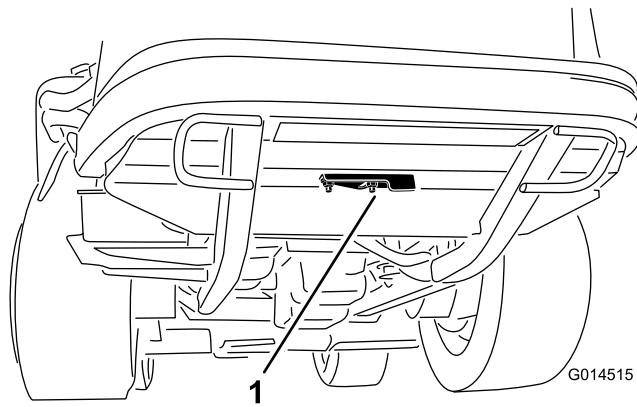

Figura 35
2. Afloje la tuerca con arandela prensada que sujetla la tapa del hueco de limpieza a la parte inferior del bastidor trasero (Figura 35). Gire la tapa a un lado para tener acceso al hueco de limpieza del bastidor.